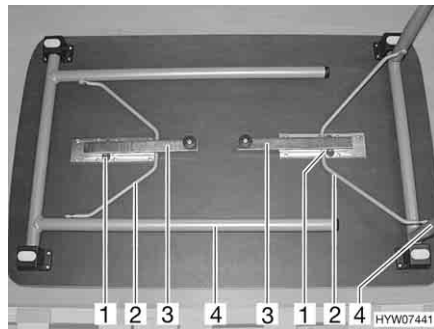

Fig. 33 Tavolo ribaltabile, non fissato all'interno
- Aprire un piede (Fig. 33,4) dopo l'altro verso l'esterno fino a che le staffe di supporto (Fig. 33,2) si innestano nei naselli (Fig. 33,1) delle guide.
- Tirare un piede dopo l'altro con la leva (Fig. 33,3) e ripiegare completamente il piede (Fig. 33,4).